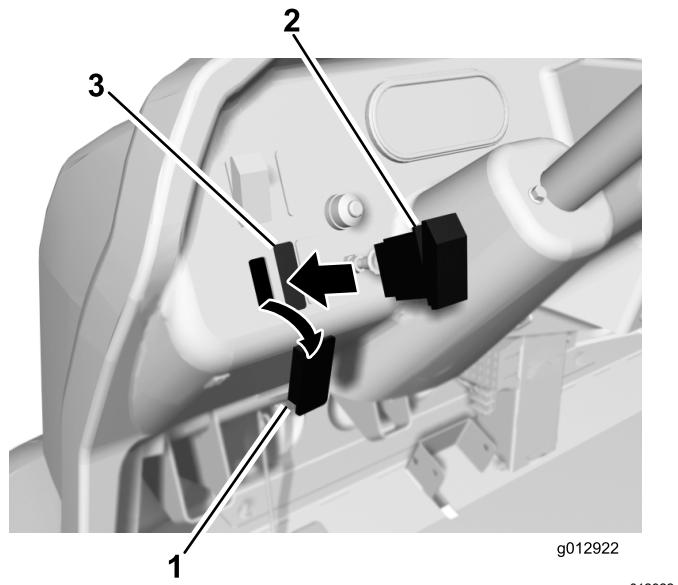

図 3
- ダッシュボード左側にあるスイッチ取り付け穴をふさいでいるプラグの1つを外して使えるようにする図3。未使用のスイッチ穴のどれを使ってもよい。
8. ダッシュボードの穴にスイッチを嵌め込む図 3。
9. コントロールパネルのスイッチの隣にデカルを貼り付ける図 3。